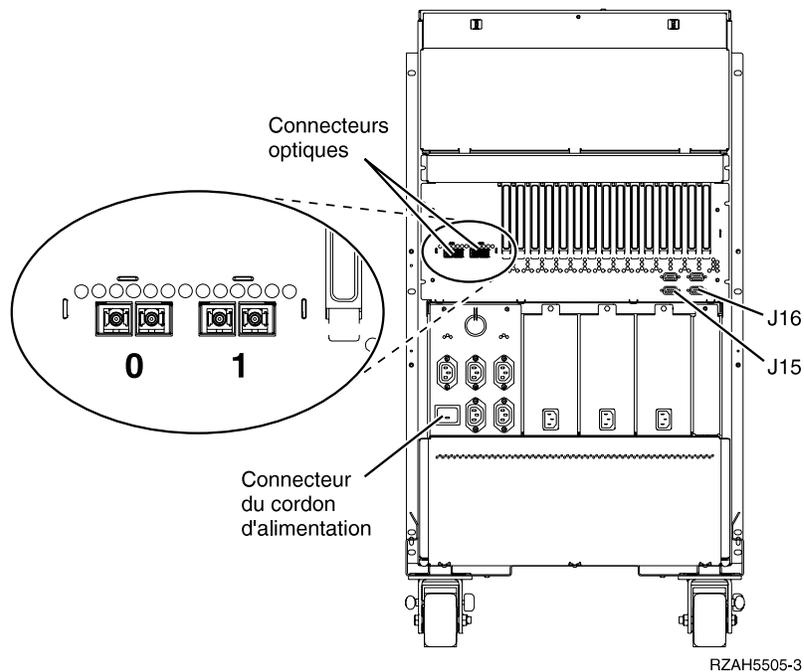

Figure 17. Emplacements des connecteurs de l'unité 5065
- 11. Reportez-vous à la figure 17 à la page 16, et connectez le câble optique que vous avez retiré de l'unité X dans le connecteur optique 0 situé sur l'unité d'extension 5065. Le câble optique doit à présent relier l'unité centrale et l'unité d'extension 5065.